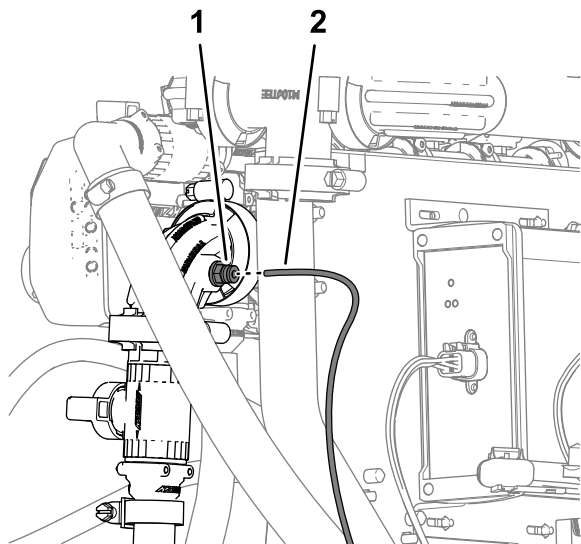

Figura 140
- Alinhe a extremidade do tubo sensor de pressão (plástico) para o indicador de pressão no painel com o anel de fixação do acoplador do tubo na união de 90° da válvula de bloqueio da varinha manual ou kit de cilindro de tubagem elétrico (Figura 140).
- Insira o tubo no anel de tensão até o tubo estar devidamente colocado (Figura 140).